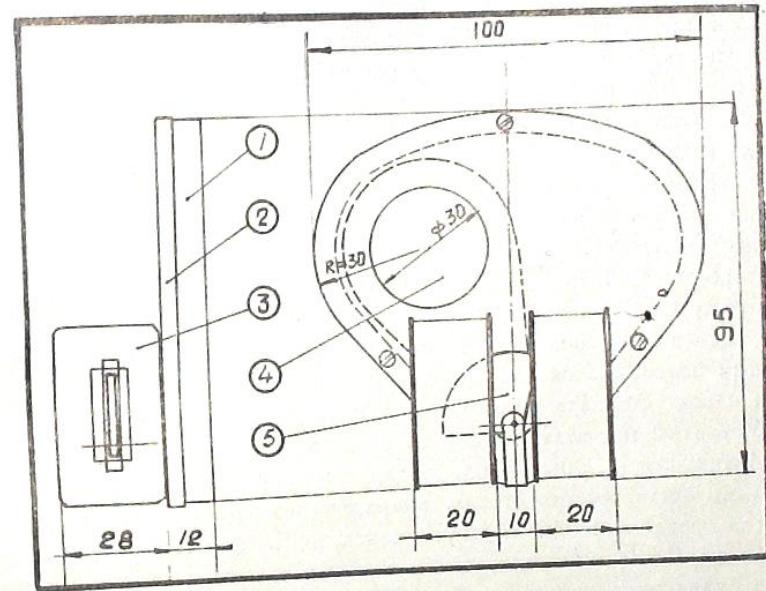

Рис. 2
На этой же оси укреплен железный сектор (5), который в своих крайних положениях входит в катушки (3), укрепленные снаружи корпуса затвора. Размеры катушек указаны на рис. 2. Они намотаны 0,5 мм проводом виток к витку до заполнения каркаса.